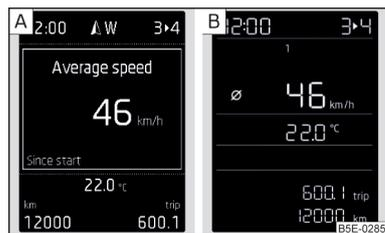

Abb. 22
**Displaytypen** » **Abb. 22**